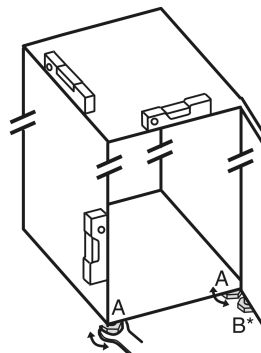

Fig. 24
- ▶ Az állítható lábakat Fig. 24 (A) a mellékelt villáskulccsal és egy vízmerce segítségével csavarja ki addig, amíg a készülék szilárdan és egyenesen be nincs igazítva.
- ▶ A csapágybak állítható lábát Fig. 24 (B) a mellékelt villáskulccsal csavarja ki úgy, hogy a padlón fekvődjön.
- ▶ Az állítható lábat Fig. 24 (B) forgassa tovább 90°-kal.